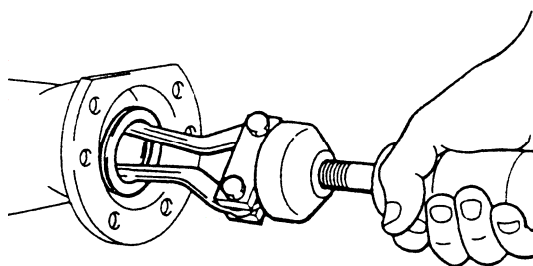

图 4-94 拆卸后半轴内油封
(2) 如图 4-94 所示，拆卸后半轴内油封，同时对后半轴轴承进行清洁，检查是否损坏。注意油封一经拆开，不可重复使用。